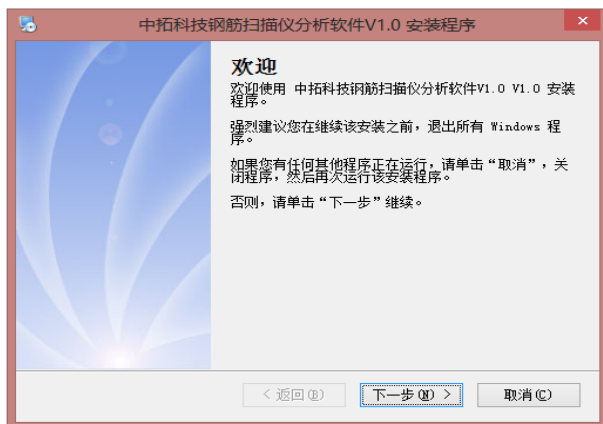
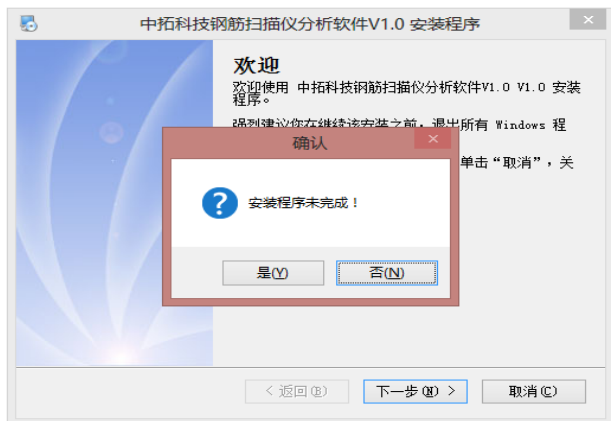

图 6-1-1
图 6-1-3
1、 打开安装光盘，双击中拓科技钢筋扫描仪分析软件文件夹中的 Setup 图标，计算机会先复制文件，复制结束后则会出现如图 6-1-1 的安装界面。点击 **下一步** 则进入图 6-1-1，此时可输入用户信息，不输入则点击 **下一步** 进入安装界面，点击 **取消** 则出现退出软件安装界面（如图 6-1-3），点击图 6-1-3 中的 **否** 返回图 6-1-1 的安装界面，点击 **是** 则软件退出安装。
2、进入图 6-2-1 安装界面，在此界面点击**更改**可以更改程序的安装路径，点击**下一步**进入 6-2-2，点击**返回**则返回图 6-1-1 界面，点击**取消**则如图 6-1-3 界面。进入图 6-2-2 点击**下一步**则进入图 6-2-3，点击**下一步**进行安装。完成后，进入图 6-2-4，点击**下一步**进行 USB 驱动程序安装。